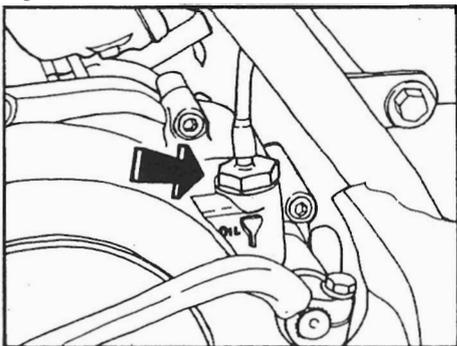
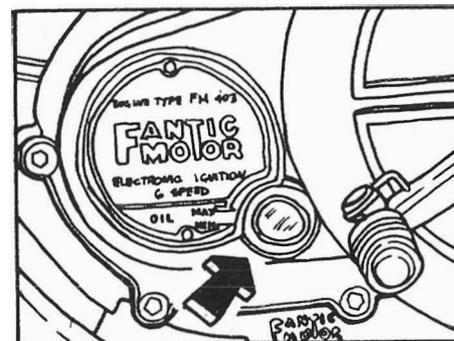

Fig. 12 - Tappo carico olio.
Fig. 14 - Oblò di livello olio.
- Togliere il tappo di carico dell'olio posto sulla parte superiore sinistra del motore (Fig. 12).
- Versare dal tappo di carico (Fig. 12) 500 cc. di olio motore **ESSO PLUS SAE 20W SAE 30**. Per sapere l'esatta quantità di olio da versare se non disponete di un contenitore graduato, controllare l'oblò (fig. 14), fino a quando l'olio non abbia raggiunto il livello massimo segnato sulla targhetta (fig. 14).